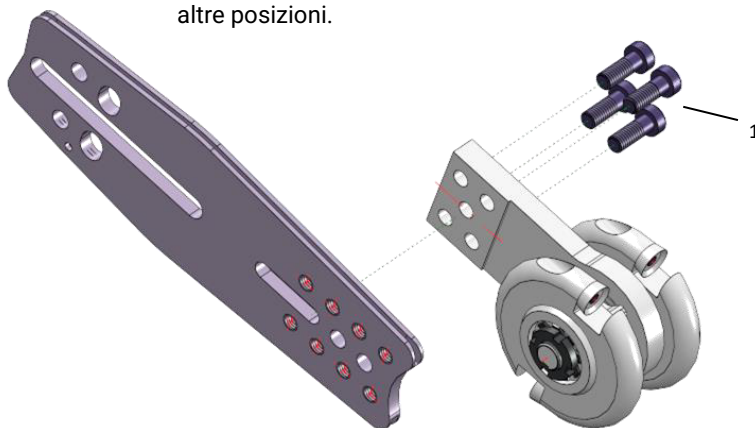

Fig. 1. Montaggio del parafrangente ETH-C-Mini
- Montare la fresatrice per legno con le 4 viti a testa cilindrica (1- Fig. 1). Per la maggior parte delle motoseghe, la posizione dei due fori centrali è corretta. Se la catena è troppo corta o troppo lunga durante il tensionamento della catena, utilizzare una delle altre posizioni.